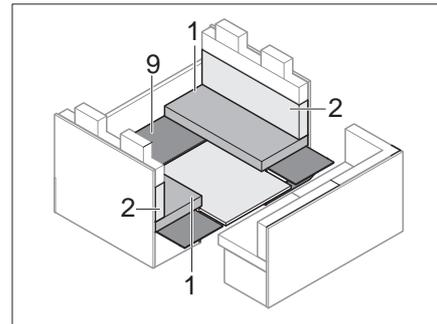

Bild 162 Während des Umbaus
- Unterbau (Bild 162,9) wieder auflegen.